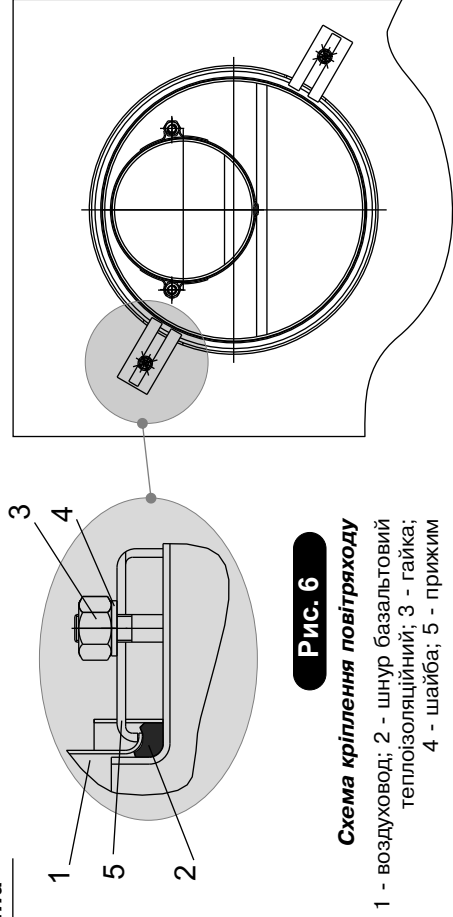

Рис. 6
6.3.8. Установити апарат кронштейнами п.4 на шпильки кріплення п.6 (рис.4) з'єднавши при цьому патрубок димоходу з фіксованим патрубком газоходу зовнішнього. Патрубок повітряходу п.1 (рис.4) розмістити в кільцевому пазу апарата на прокладку (базальтовий шнур). Виставити вертикально апарат і закріпити його гайками п.9 забезпечуючи при цьому щільний і герметичний притиск апарата до воздуховоду. Установити прижими та закріпити ними воздуховод у пазу апарата, рис.6.